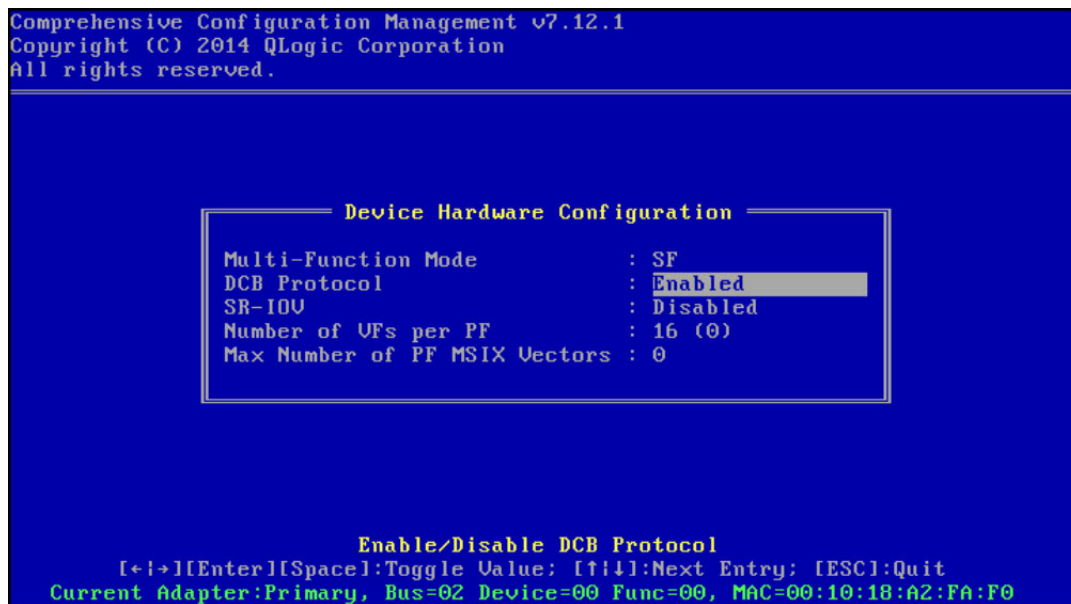

Ilustración 13-3. Configuración de hardware de dispositivo CCM
3. Asegúrese de que DCB y DCBX estén activados en el dispositivo (Ilustración 13-3). El inicio FCoE solo es compatible en configuraciones aptas para DCBX. Como tal, DCB y DCBX debe estar activado y el par de enlace conectado directamente también debe ser apto para DCBX con parámetros que permitan la sincronización DCBX completa.